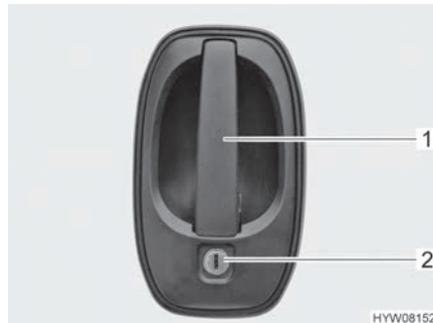

Bild 22 Türschloss (Fahrertür/Eingangstür außen)
- Schlüssel in Schließzylinder (Bild 22,2) stecken und drehen, bis das Türschloss entriegelt ist.
- Am Türgriff (Bild 22,1) ziehen. Die Tür ist geöffnet.
- Schlüssel in Schließzylinder (Bild 22,2) stecken und drehen, bis das Türschloss verriegelt ist.